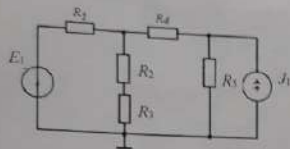

Рис. 1.10. Сложная разветвленная электрическая цепь.
5. Собрать схему, изображенную на рис. 1.10.
10. Составьте систему уравнений по методу уравнений Кирхгофа для схемы рис. 1.10.
11. Запишите обобщенный закон Ома для ветвей схемы рис. 1.10.